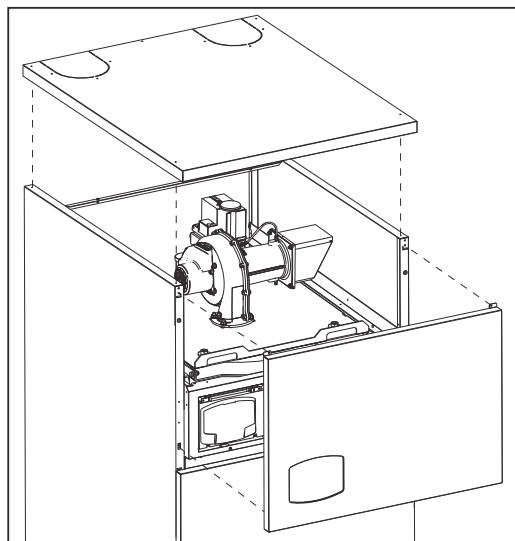

fig. 68
1. Ôter le panneau avant supérieur ainsi que le couvercle (fig. 68).